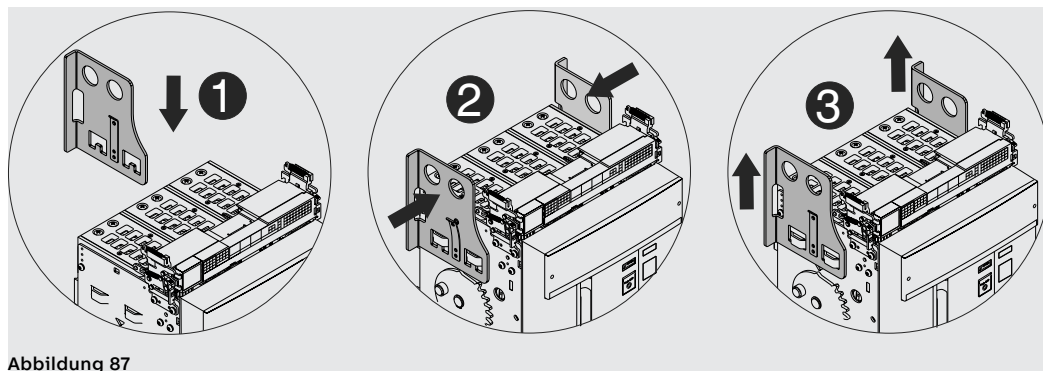

Abbildung 87
2. Die Hebeplatten auf dem beweglichen Teil anordnen, wobei sicherzustellen ist, dass die Lasche der Platten eingerastet ist. Siehe Abbildung 87.